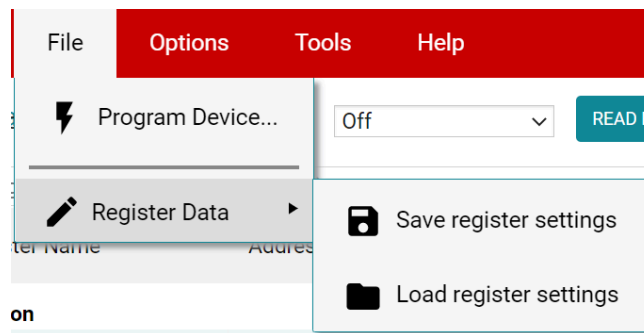

図 3-12. レジスタの設定の保存およびロード
- 利便性を高めるために、レジスタの設定を保存して、同じレジスタ マップを使用する任意のデバイスで後からロードすることができます。これを行うには、図 3-12 に示すように、「File」(ファイル) > 「Register Data」(レジスタ データ) の順に選択します。